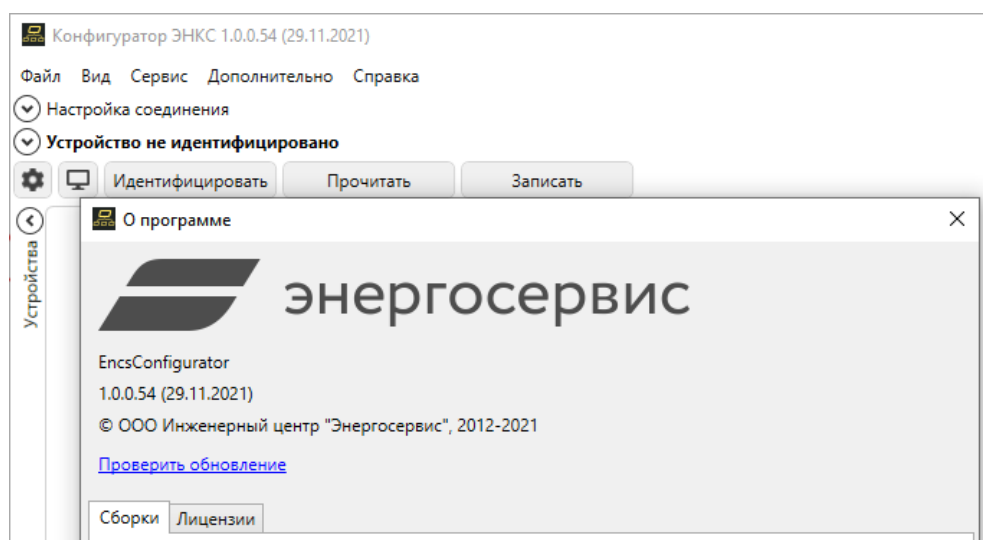

Рисунок 4.25. Окно «О программе»
- Убедитесь, что используется последняя версия ПО «Конфигуратор ЭНКС», для этого перейдите в меню Справка -> О программе и кликните *Проверить обновление* (см. рис. 4.25). Или загрузите последнюю версию по ссылке: <https://enip2.ru/software/encs3mconfigurator.zip>